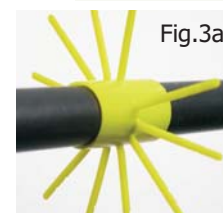

Fig.3a
- ⇒ Compruebe si los filamentos de la estrella se han doblado! (en la Fig. 3a están rectos, en la Fig. 3b doblados). Si se han doblado, entonces existe un problema de ajuste/clearance.